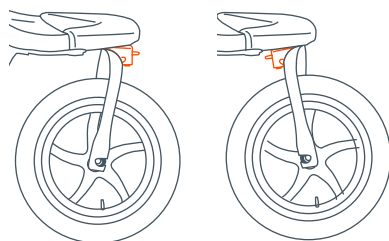

Fig. 12a
12)• Le roue avant sont équipées d'un dispositif de verrouillage pour les bloquer de pivoter et engager avant ou l'arrière (Fig. 12a).